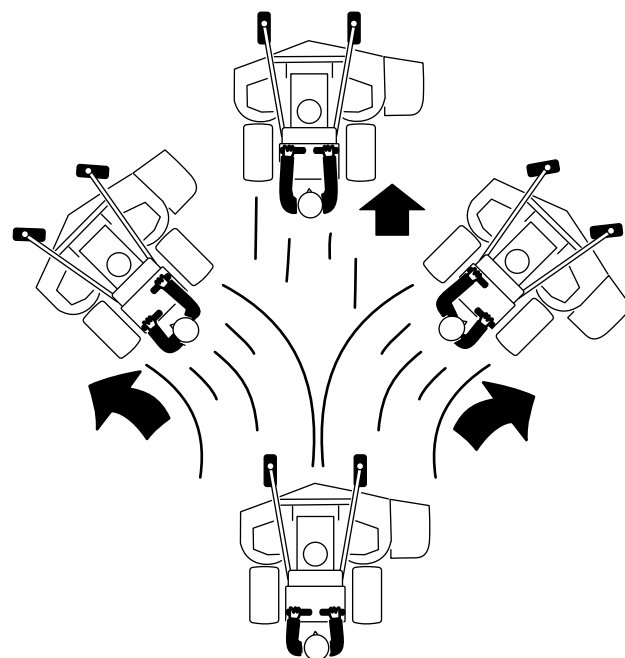

Figure 15
3. Poussez les leviers de commande de déplacement lentement en avant (Figure 15).